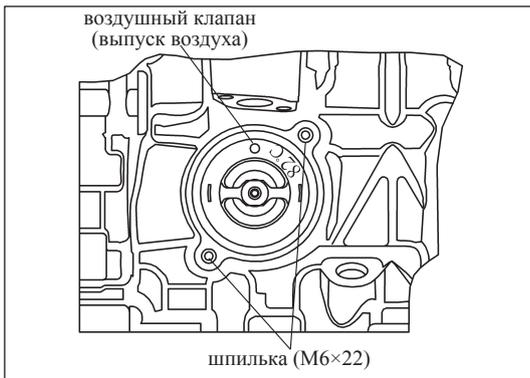

Рис. 10-5-7. Установка термостата
- (1) Установить термостат в монтажное отверстие на блоке цилиндров, при этом воздушный клапан должен располагаться вверх, как изображено на рис. 10-5-7.